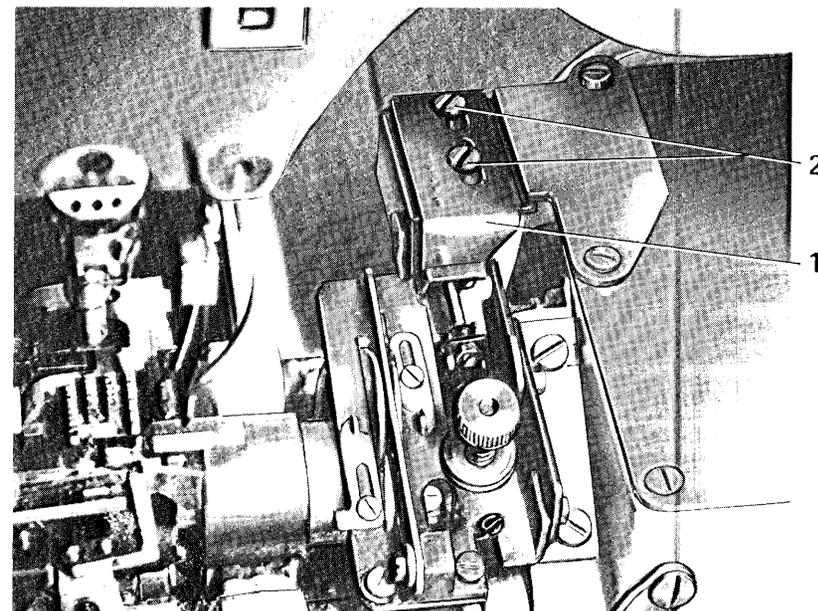

Fig. 31
- Se la coda del filo fosse troppo lunga, occorre spostare il limitatore di corsa 1 fig. 31 verso l'operatore previo allentamento delle viti 2.
- Se alla ripresa della cucitura si verificassero salti di punto, occorre spostare indietro il limitatore di corsa 1 fig. 31.